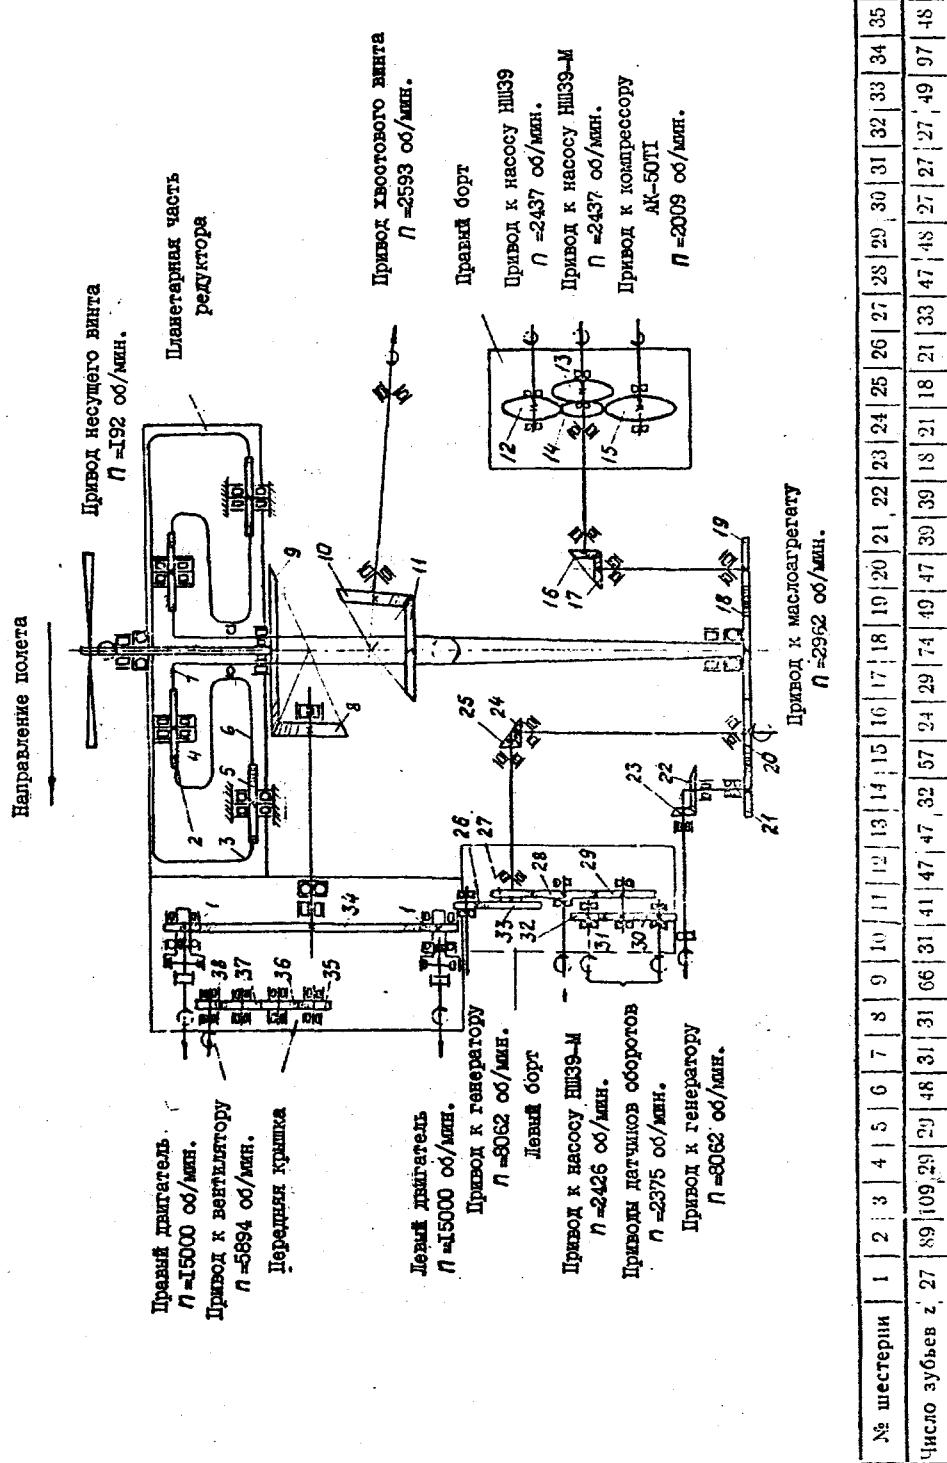

Рис. 7. Кинематическая схема редуктора
3.1. Кинематическая схема редуктора представлена на рис. 7. Передача из вала несущего винта осуществляется через три ступени редукции.